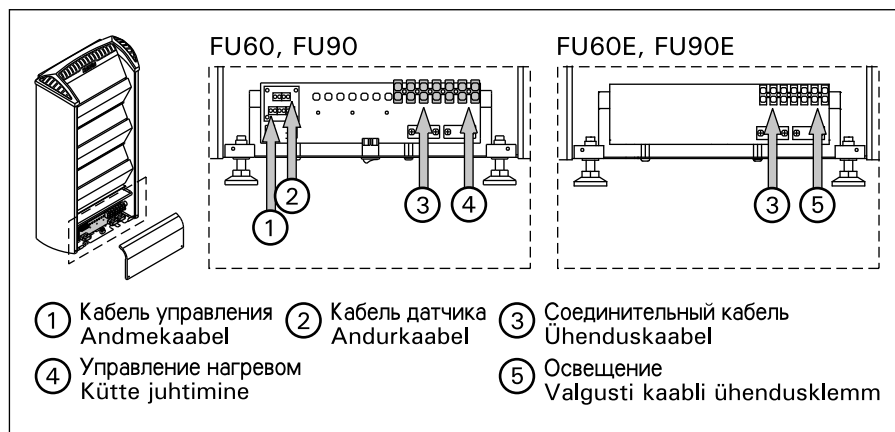

Рисунок 8. Подключение соединительного кабеля
4. Провода кабеля панели управления следует подключить к разъему кабеля панели управления с соблюдением цветовой маркировки. См. рис. 8.